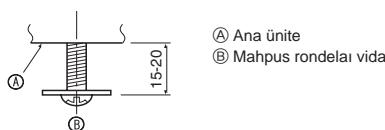

Fig. 9-5
9.4.1. Montaj hazırlıkları (Fig. 9-5)
- Birlikte verilen rondelalı vidayı ② şemada görüldüğü biçimde ana üniteye (köşe drenaj borusu kısmına ve karşı köşeye) takın.